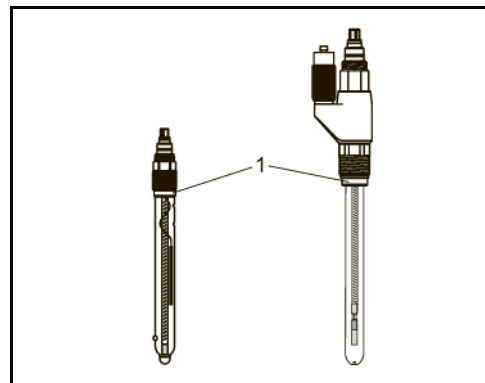

Рис. 20. Монтаж датчика
1. Снимите защитный колпачок с датчика. Убедитесь, что на наконечнике датчика имеется уплотнительное кольцо и опорное кольцо (Рис. 20).